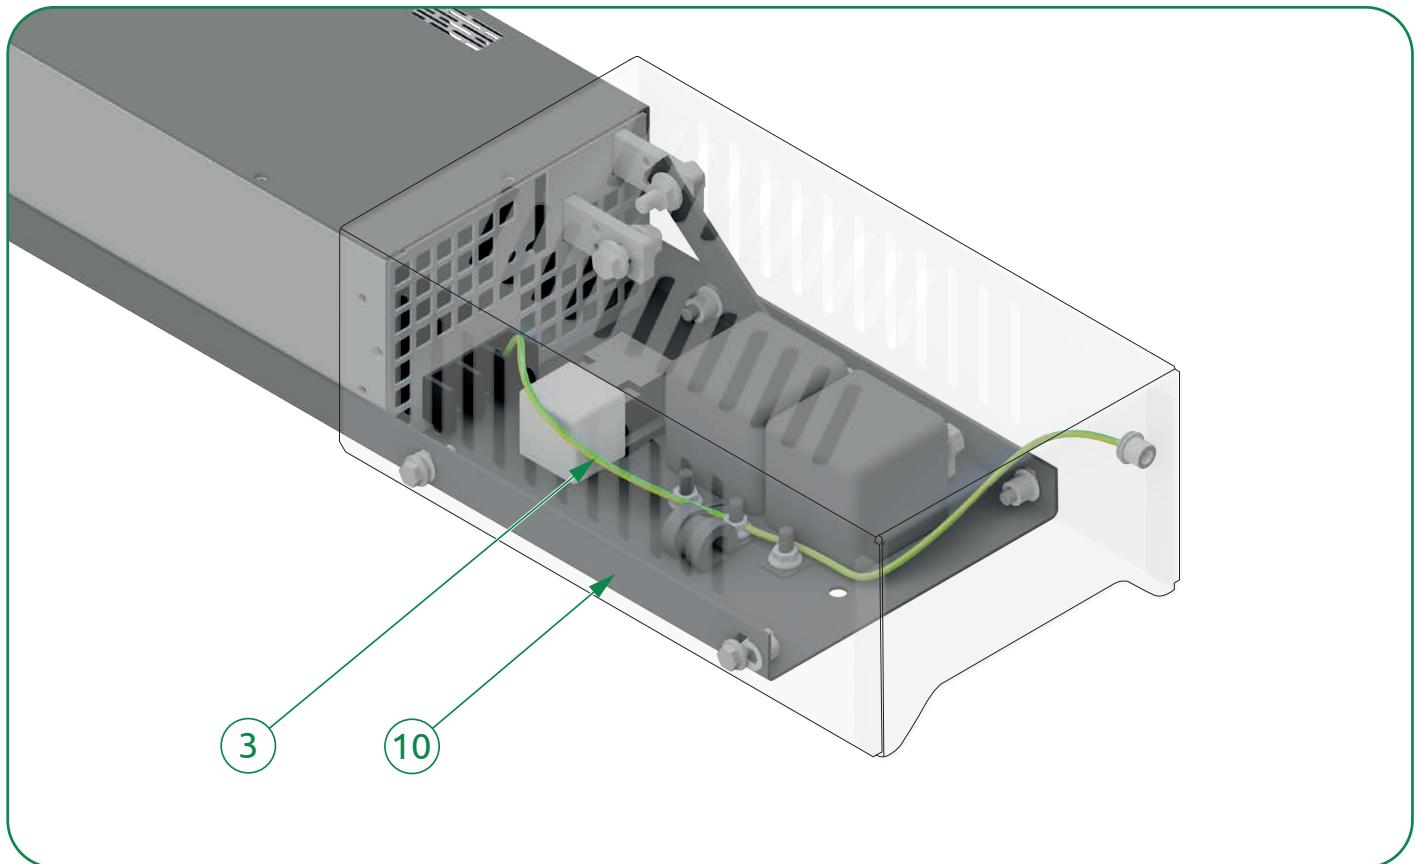

Fig.10
Collegare il cavo messa a terra (**Rif.3**) alla copertura relè (**Rif.10**) (**Fig.10**).
*Connect the ground cable (**Ref.3**) to the relay cover (**Ref.10**) (**Fig.10**).*